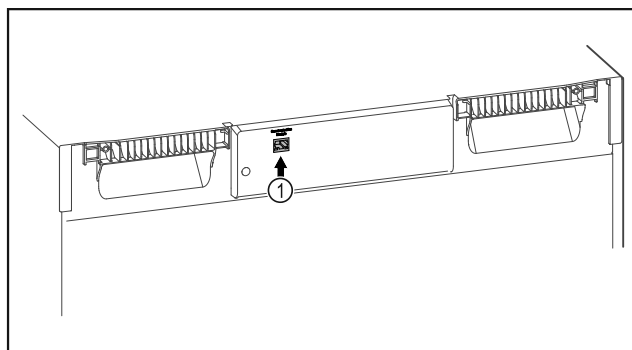

Fig. 131
- Założono SmartModule Fig. 131 (1).